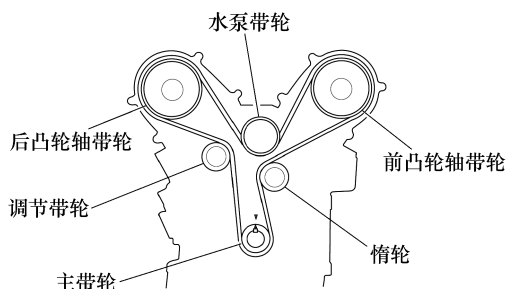

图 2-115 安装正时带
6) 如图 2-115 所示从主动带轮开始, 按逆时针顺序安装正时带。安装时, 小心不要损坏正时带。